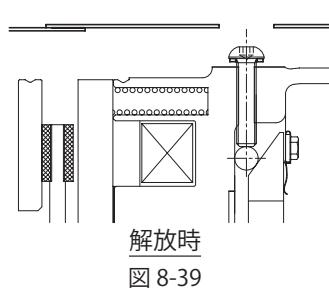

図 8-39
- (1) 屋外形の場合は、屋外カバー⑬上の窓部の蓋を取り外してください。グロメット⑧(屋内形の場合)を取り外し、六角棒スパナ(M 8穴付ボルト用)にてブレーキゆるめボルト②を一旦外し、ゴムパッキン③と手動解放防止用スペーサ④を取り外してください。再度ボルトを六角棒スパナでねじ込んでいくと、ブレーキは解放されます。この時ブレーキゆるめボルトを回しすぎないようにしてください。(ブレーキが解放されたか確認しながら、ブレーキゆるめボルト②を回してください。) (図 8-39 参照)